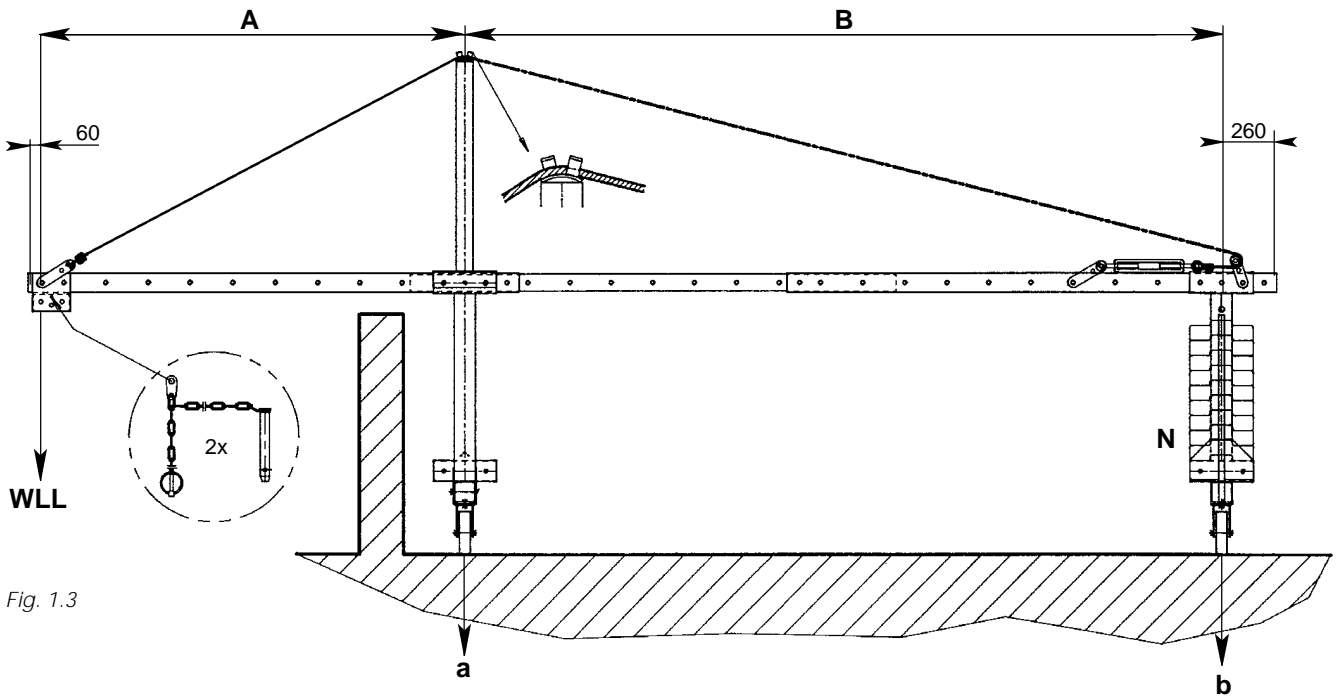

Fig. 1.3
- Monter le rehausseur avant (003) sur la traverse avant (001).
- Monter le rehausseur arrière (004) sur la traverse arrière (002).
- Introduire une poutre d'extrémité (012) dans le guide de la traverse avant. Laisser déborder de quelques cm. Compléter la poutre télescopique par un élément intermédiaire (013) et par un autre élément d'extrémité (012). Ce dernier est introduit dans le guide de la traverse arrière (002).
- Boulonner les deux étriers d'accrochage (006) à l'avant de la poutre d'extrémité (012) avant.
- Déterminer le porte-à-faux (A) et serrer les vis (015).
- Déterminer la longueur (B). On a intérêt à allonger au maximum la poutre télescopique – si la place le permet – de manière à diminuer les contrepoids nécessaires. Toutefois la longueur totale de la poutre ne peut pas dépasser 5,92 m.
- Lorsque le porte-à-faux (A) et la longueur (B) sont déterminés (Fig. 1.3), la console de renforcement (005) est placée et boulonnée, ensemble avec la poutre télescopique, sur le rehausseur avant (003).
- Les 2x2 étriers d'amarrage (007) sont fixés aux deux extrémités du câble de haubanage (010). L'extrémité du câble est ensuite fixé sur l'élément avant de la poutre et ceci aussi loin que possible vers l'extérieur.
- Le câble de haubanage (010) est passé sur la console (005). Le hauban est maintenu en position grâce à 2 chicanes soudées sur la console (005) et par l'étrier de renvoi (008). Ce dernier est boulonné, ensemble avec la poutre télescopique, sur le rehausseur arrière (004). L'extrémité du hauban avec le tendeur est fixée à l'étrier d'amarrage arrière (007), le hauban est tendu à la main et ensuite l'étrier d'amarrage (007) est boulonné sur la poutre télescopique.
- Bloquer les freins des roues (014).
- Placer les contrepoids (022), répartis sur les quatre tiges de la traverse arrière (002). **Une barre ronde (021) et un cadenas (011) doivent être montés sur le rehausseur arrière** pour empêcher l'enlèvement des contrepoids par une personne non autorisée.